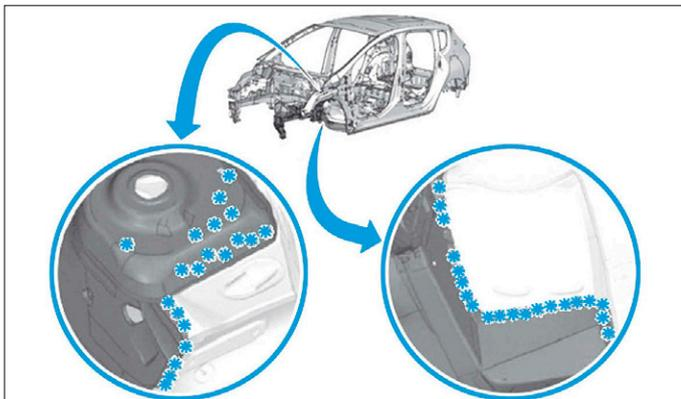
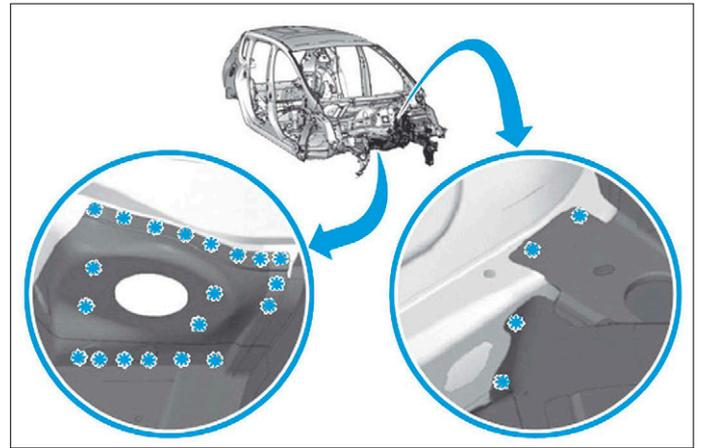
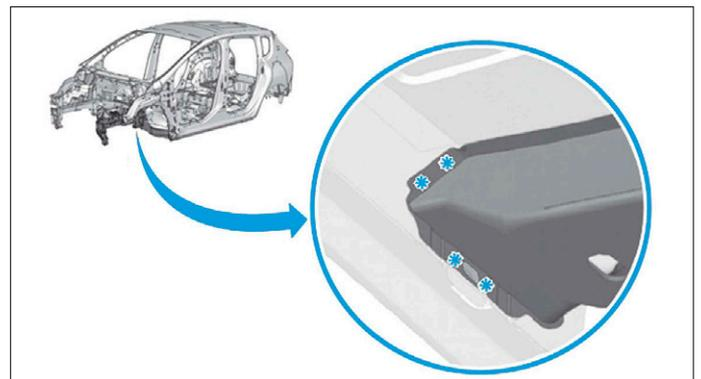
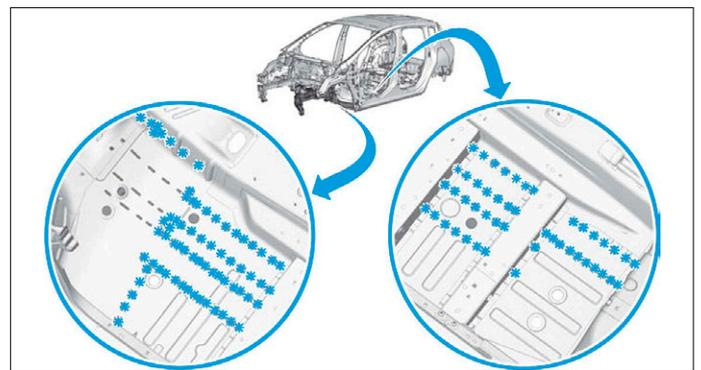

FIG. 11
FIG. 12
FIG. 13
FIG. 14
- Dépointer et fraiser comme illustré (Fig.11), (Fig.12), (Fig.13) et (Fig.14).